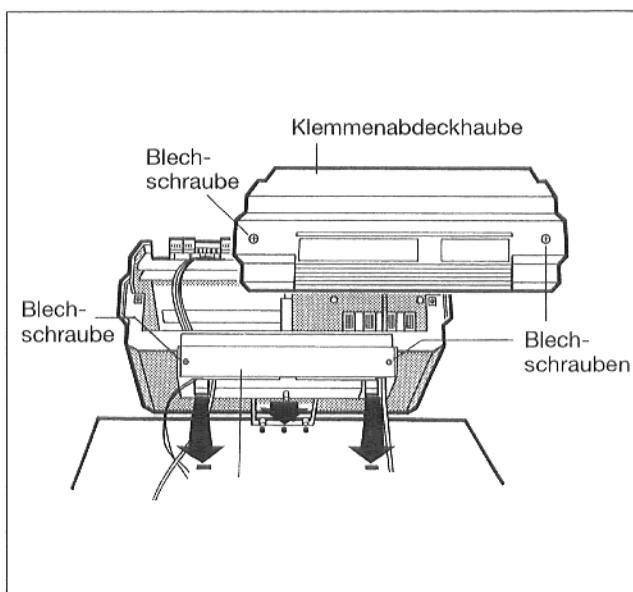

Abb. 15 – Prinzipabbildung
- Die beiden Blechschrauben aus der Klemmenabdeckhaube herausdrehen und Haube abnehmen (Abb. 15).
- Regelgerät so aufsetzen, daß sich die Einschiebehaken vorne in die ovalen Bohrungen einführen, Regelgeräte nach vorne ziehen und anschließend nach hinten abkippen, bis die beiden elastischen Haken rechts und links einrasten (Pfeile – Abb. 15).